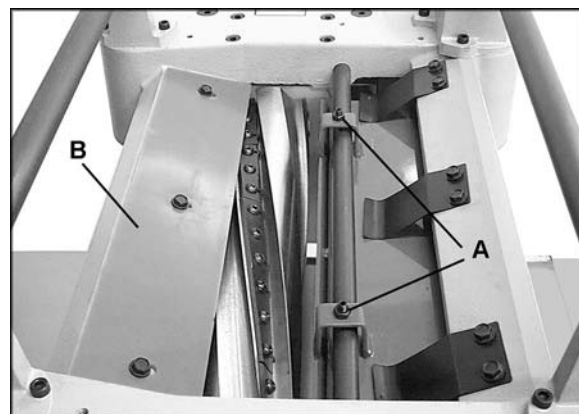

Figure 28
2. Déposez le capot antipoussière et le couvercle du dessus. Déposez le déflecteur de copeau (la Figure 28 illustre le déflecteur de copeau). Déposez la protection de la courroie afin que vous puissiez faire pivoter la tête de la découpeuse à l'aide de la poulie.
2. Desserrez les contre-écrous (A, Figure 28) aux deux extrémités du brise-copeaux et tournez les vis de réglage pour le soulever ou l'abaisser selon le cas. Les vis de réglage doivent être tournées le même nombre de fois.
3. Lorsque le briseur de copeau touche la cale du calibre, serrez les contre-écrous (A, Figure 28).
Le défecteur de copeau (B, Figure 28) empêche que le bois tombe dans le rouleau de sortie. Le défecteur doit être réglé à environ 1/16" à 1/8" du bout des couteaux. Assurez-vous que le défecteur est dirigé pour permettre au biseau de son bord avant de correspondre à la forme de la tête de la découpeuse.